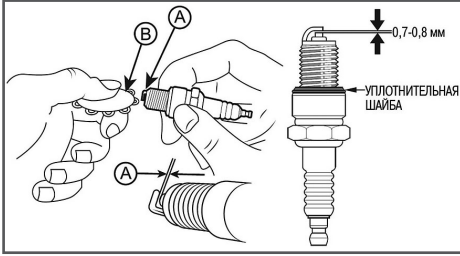

Рис. 25 Проверка межэлектродного зазора
4. Измерьте зазор А между электродами свечи зажигания специальным щупом В. Зазор должен быть $0,7-0,8$ мм (Рис. 25). При увеличении или уменьшении требуемого зазора, рекомендуется заменить свечу, так как регулировка зазора может привести к изменению качества искрообразования.